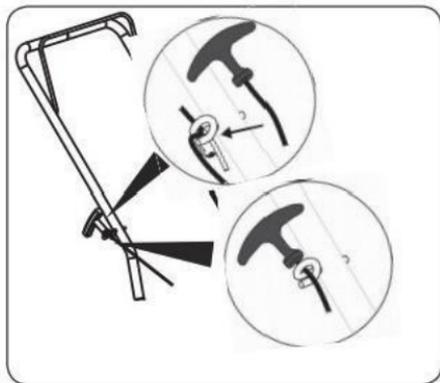

Figura 3-2
3. Lleve el tirador de arranque hasta la anilla. Vea figura 3-2.